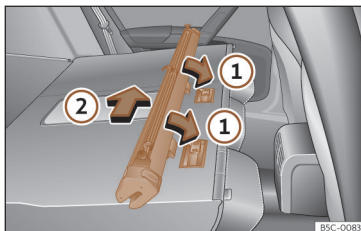

Fig. 183 Montar la red de separación en los respaldos del asiento trasero.
- Coloque la carcasa de la red en los rebajes de los carriles de sujeción en el sentido de las flechas >>> **fig. 183** ①.
- Empuje la carcasa hacia el lado izquierdo del vehículo en el sentido de la flecha >>> **fig. 183** ② y hasta el tope.
- Tire de la carcasa de la red aproximadamente 5 cm en el sentido contrario de la flecha >>> **fig. 183** ②.
- Extraiga la carcasa de los carriles de sujeción tirando en el sentido contrario al de las flechas >>> **fig. 183** ①.